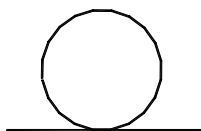
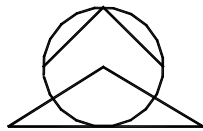

Fig. U3.13
Fig. U3.14
4. Desenul din Fig.U3.13 trebuie completat ca în Fig.U3.14. Specificați care dintre modurile *Osnap* prezentate mai jos sunt necesare: